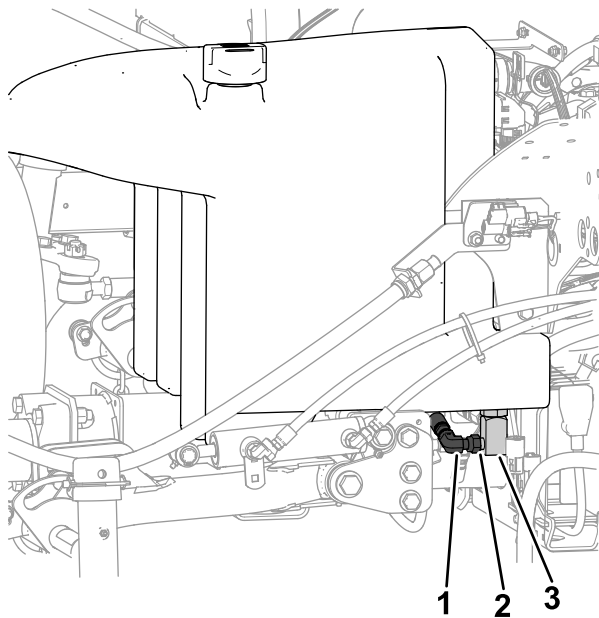

Figura 108
2. Coloque un recipiente de vaciado grande debajo del distribuidor (Figura 108) en la parte inferior del depósito hidráulico; consulte Capacidad de fluido hidráulico \(página 69\).